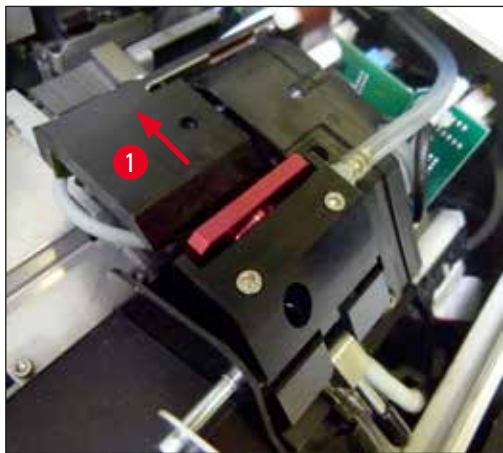

Fig. 51
2. La testina di stampa (→ "Fig. 51-1") si sposta verso l'alto a ca. 1 cm dalla guarnizione a labbro (→ "Fig. 51").